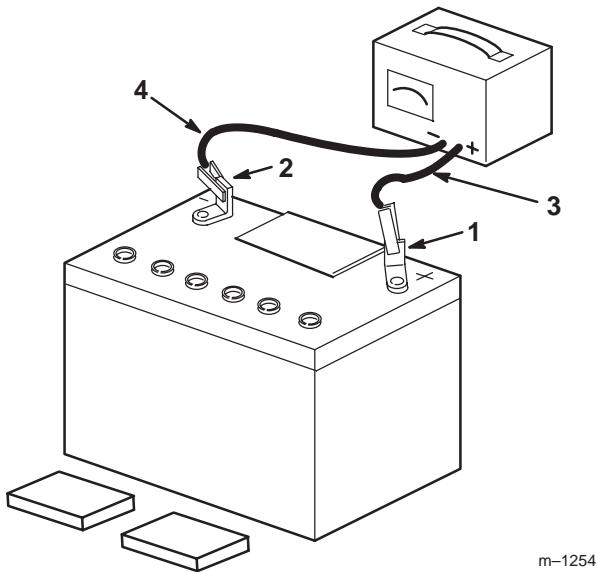

Bild 7
3. Schließen Sie bei abgenommenen Verschlussdeckeln der Batterie ein 3- bis 4-A-Batterieladegerät an die Batteriepole an (Bild 7). Laden Sie die Batterie 4 Stunden lang bei 4 A oder weniger (12 V).
4. Ziehen Sie nach dem Aufladen der Batterie den Stecker des Ladegeräts aus der Dose. Klemmen Sie dann die Klemmen des Ladegeräts von den Minus- und Plus-Batteriepolen ab (Bild 7).